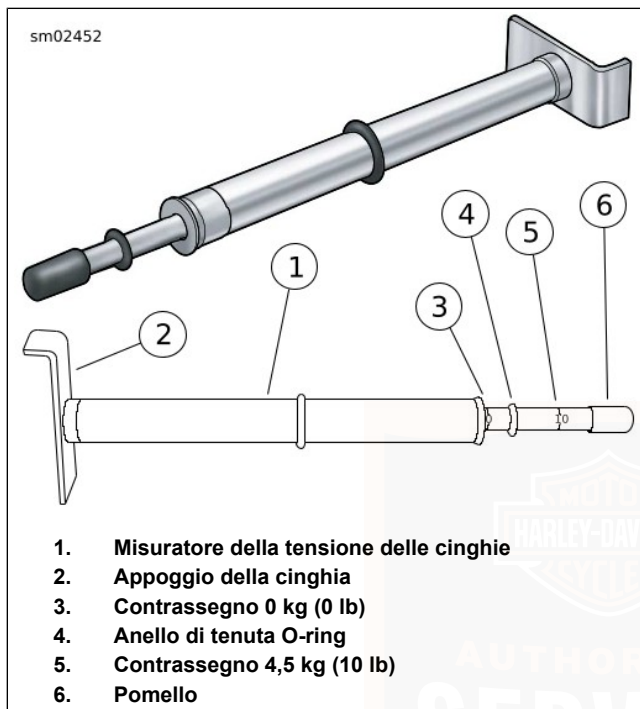
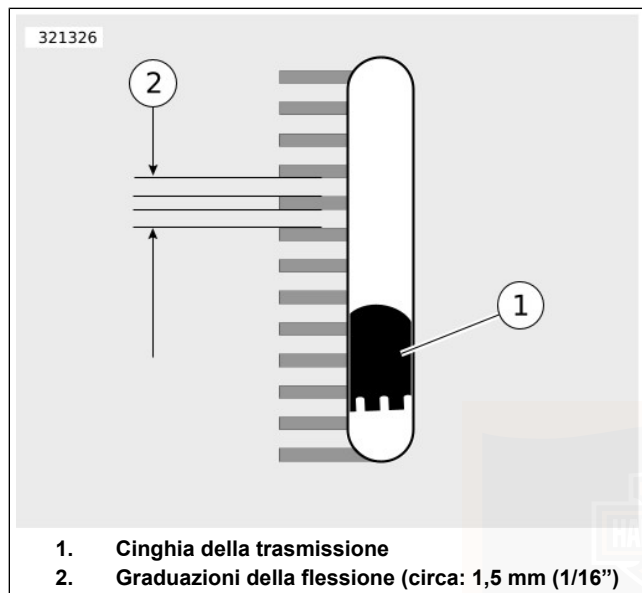

Figura 51. Misuratore della tensione delle cinghie
Figura 53. Finestra di visualizzazione della flessione delle cinghie
3. Vedere Figura 51. Misurare la flessione delle cinghie usando MISURATORE DELLA TENSIONE DELLE CINGHIE (N. CODICE: HD-35381-A):
- a. Far scorrere l'anello di tenuta O-ring (4) verso il contrassegno dello zero (3).
- b. **Modelli dotati di finestra di visualizzazione della flessione delle cinghie:** collocare l'appoggio della cinghia (2) contro la parte inferiore della cinghia della trasmissione e in linea con la finestra di visualizzazione della flessione delle cinghie.
- c. **Tutti gli altri modelli:** collocare l'appoggio della cinghia (2) contro la parte inferiore della cinghia della trasmissione, a metà fra le pulegge conduttrici.
- d. Premere verso l'alto sul pomello (6) fino a quando l'anello di tenuta O-ring scorre in basso verso il contrassegno di 4,54 kg (10 lb) (5) e resta fisso in questa posizione.
- a. **Modelli dotati della finestra di visualizzazione della flessione della cinghia:** vedere Figura 53. Misurare la flessione della cinghia attraverso la finestra di visualizzazione della flessione della cinghia, tenendo fermo il misuratore. Ciascuna graduazione della flessione è di circa 1,6 mm (1/16 in).